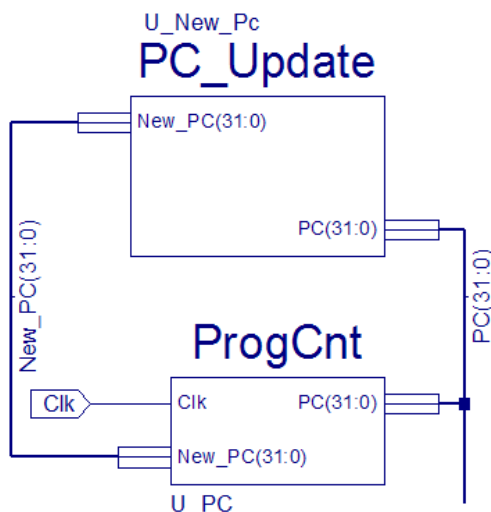

figura 2
2. Interfața modulului este prezentată în continuare. Pentru a genera automat semnalele de la nivelul entității, urmați indicațiile din laboratorul 5, pasul 2, figura 2.
2. Interfața modului este prezentată în continuare. Pentru a genera automat semnalele de la nivelul entității, urmați indicațiile din laboratorul 5, pasul 2, figura 2.
1. Creați simbolurile pentru cele două module create anterior. Modificați simbolul pentru **PC_Update** pentru ca acesta să arate ca în figura 2.
2. Conectați cele două blocuri. Va trebui să ajungeți la schema din figura 2.
3. Denumiți magistralele ca în figura 2. Vom avea nevoie de aceste nume în simulare
4. În figura 2 se observă că sub fiecare modul apare un nume: **U_PC** pentru **ProgCnt** și **U_New_PC** pentru **PC_Update**. Aceste nume se numesc referințe și sunt necesare pentru a diferenția obiectele de același fel. De exemplu, dacă într-un proiect avem 3 porți AND2, cum putem să referim una dintre ele fără să apară confuzii? Diferențierea se face cu ajutorul unui nume suplimentar. De obicei acest nume începe cu **U** de la **Unit** sau IC de la Integrated Circuit.
1. Adăugați la proiect fișierul **ROM32x32** de tip vhd. Semnalele pentru adresă se vor numi **Addr** iar cele pentru date, **Data**. Entitatea memoriei ROM este prezentată în continuare. Pentru a genera automat semnalele de la nivelul entității, urmați indicațiile din laboratorul 5, pasul 2, figura 2.